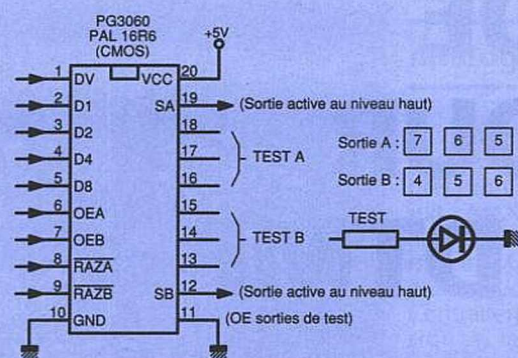

Figure 2
■ Figure 2 : exemple de connexion type sur un circuit imprimé.
Le circuit intégré que nous nous proposons de créer, dont la figure 2 schématise le brochage, devra être capable de reconnaître deux codes distincts, composés chacun de trois quartets consécutifs. Ramené au niveau d'un clavier téléphonique, cela correspondra tout simplement à la composition de deux codes à trois chiffres.